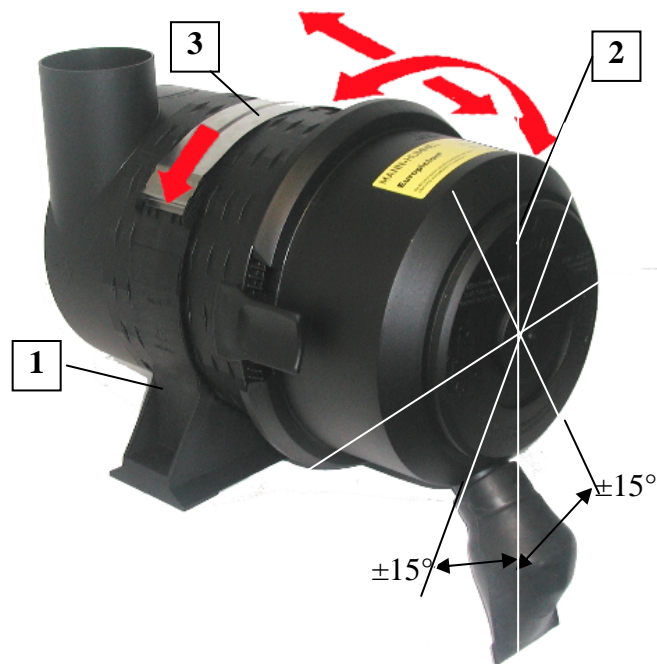

Рис. 2 Угол установки клапана удаления пыли
- Установите крепление (1) с 2 винтами M8 (момент затяжки 25 Нм) в желаемой монтажной позиции (винты DIN 933, гайки DIN 924/6925 (самостопающиеся) и шайбы DIN 9021 не входят в объем поставки).
- Вставьте фильтр в крепление и проверните / передвиньте в желаемое монтажное положение. Фильтр обязательно должен защелкнуться в креплении (1) (см. Рис. 2).
- Закрыть зажимную скобу (3) и защелкнуть ее на стороне замка.
- Сначала аккуратно вставьте основной фильтрующий элемент (1) открытым концом в корпус фильтра.
- Наденьте нижнюю часть фильтра (при этом нужно соблюдать положение клапана удаления пыли, см. также Рис. 2). Нажимайте на нижнюю часть корпуса, пока **оба** фиксатора не защелкнутся.